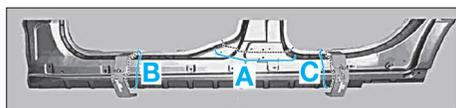

FIG. 76
- Fraiser les points de soudure zones (D), (E) et (F).
- Tracer, ajuster et effectuer les coupes (A), (B) et (C) (Fig.76) sur le bas de caisse neuf.